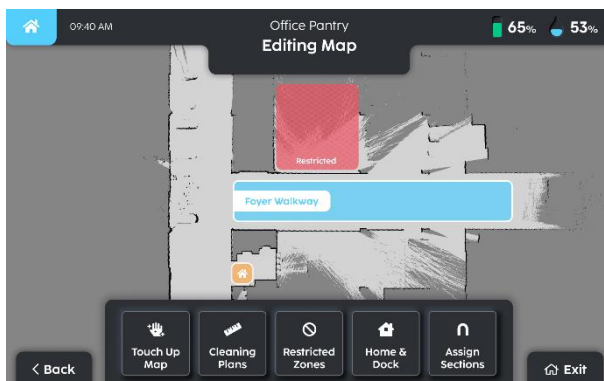

Fig.9
1. Définissez la "ZONE DE NETTOYAGE" dans la page "EDIT MAP" (Fig 9).